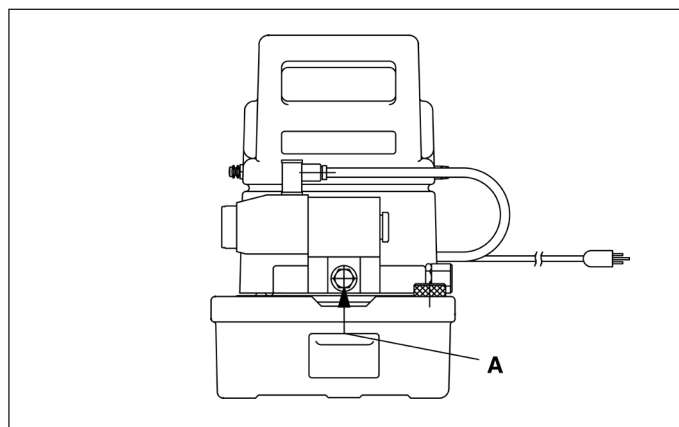

Figura 4
1. La manguera entre la bomba y el cilindro se conecta directamente en la conexión (A) de la válvula de control (vea Figura 4).
2. Si se desea instalar un manómetro, debe montarse un adaptador en la conexión (A) de la válvula. Usar un manómetro de 0-700 bar (0-10,000 psi).